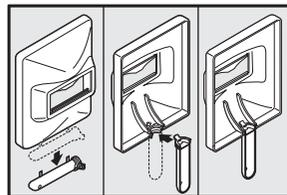

Figure 7
masque. Tailler le surplus de plastique pour retirer les bords tranchants (voir la figure 7).
2. Pour fixer le manche, placer le masque à main sur une surface nivelée et appuyer sur le manche jusqu'à ce qu'il soit en place (voir figure 7).